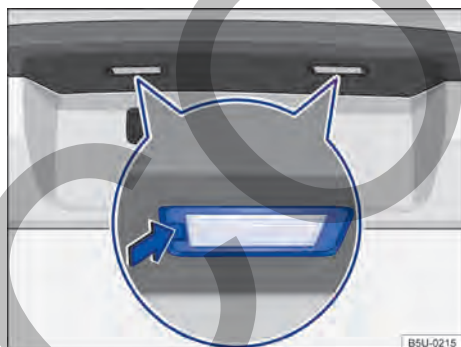

Fig. 151 En el parachoques trasero: desmontar la luz de la placa de licencia.
2. Con el auxilio de una llave con hendiduras, presionar la traba → fig. 151 para remover el conjunto.